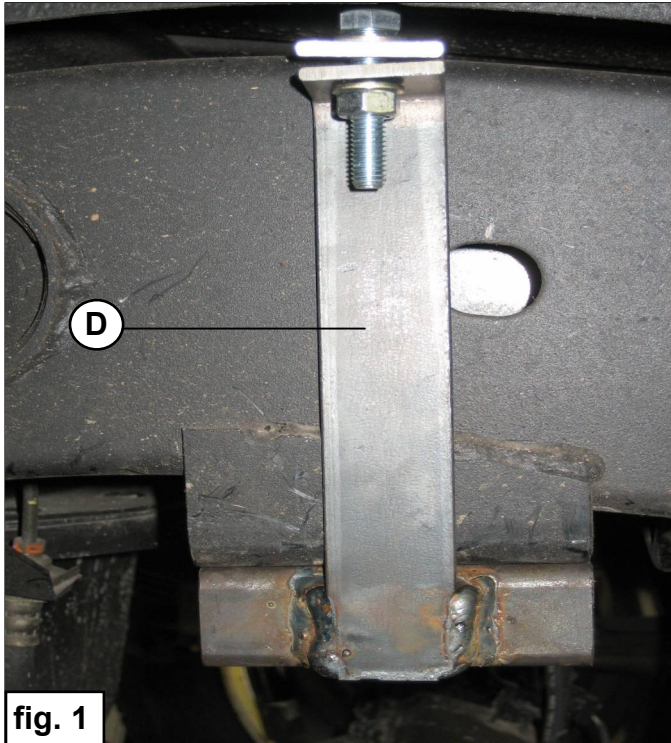

fig. 1
2. Montieren Sie den Puffer erhöher **D** über den Chassis. Drehen Sie die Bolzen so weit wie möglich an. Siehe Fig.1.
2. Montez le rehausse-tampon **D** sur le longeron du châssis. Serrez le plus possible les boulons. Cf. fig.1.